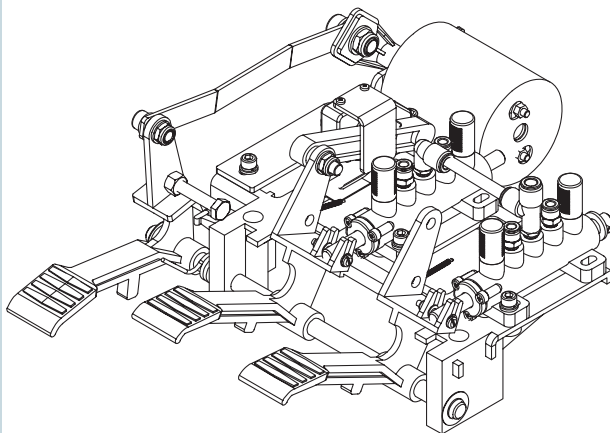

Рисунок 9 - Распределитель воздуха в сборе
7. Для очистки или замены центрального обратного клапана (рис. 9) снимите крышку с левой стороны аппарата.